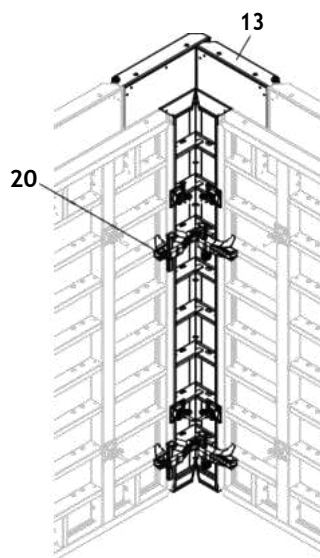

Fig. A7.03
- TRIO ъгъл TE (13) или вътр. ъгъл TAE (алуминиев)
- Напр. скоба BFD (20) (2 x BFD за h = 2.70 m) (Fig. A7.03)